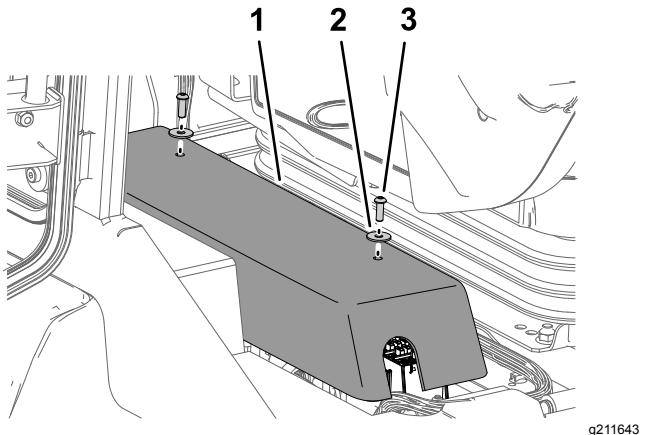

Figura 51
1. Retire los 2 pernos de cabeza allen ( $\frac{1}{4}$ " x  $\frac{3}{4}$ ") y las 2 arandelas ( $\frac{1}{4}$ ") que sujetan la cubierta del controlador del panel eléctrico a la base de los relés, y retire la cubierta (Figura 51).
3. Monte la cubierta del controlador en la base de los relés con los 2 pernos de cabeza allen (1/4" x 3/4") y las 2 arandelas (1/4") que retiró en el paso 1 (Figura 51).